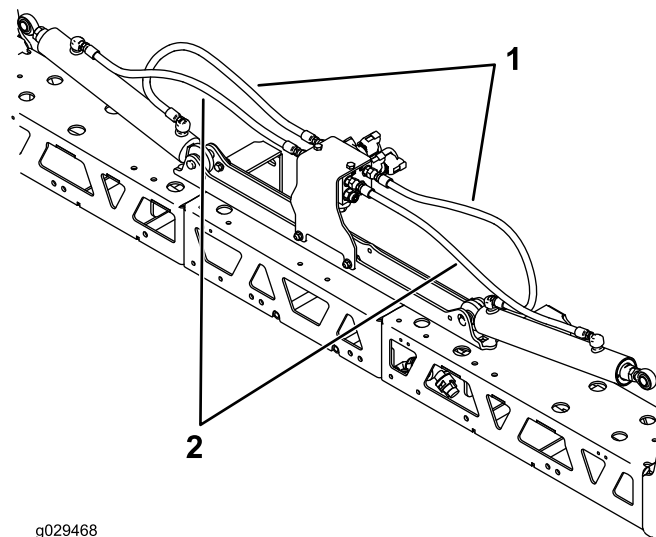

Рисунок 15
3. Установите гидравлические шланги (Рисунок 15).